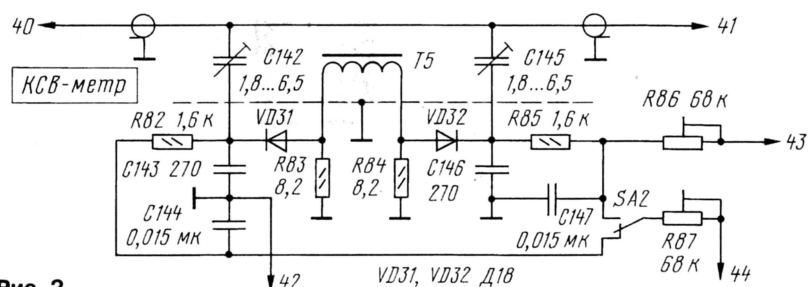

Рис. 2
Структурная схема трансивера, совмещенная со схемой соединений узлов, изображена на рис. 1, принципиальные схемы узлов — на рис. 2—17. Аппарат представляет собой супергетеродин с одной фиксированной промежуточной частотой и реверсивными трактами усиления. Рабочие напряжения +12 В (RX) и +12 В (TX) снимаются с катодов диодов VD68 и VD69 (рис. 1) соответственно. Реле K11, K12, K16 и K17 используются для перевода трансивера из режима приема в режим передачи и наоборот. Лампа накаливания HL2 со светофильтром голубого цвета предназначена для индикации включения трансивера и подсветки шкалы С-метра PA1, лампа HL1 со светофильтром красного цвета сигнализирует о переводе аппарата в режим передачи.
В режиме приема сигнал РЧ с антенного гнезда XW1 (рис. 1) через КСВ-метр (рис. 2, выводы 40, 41) поступает на П-контур L16 (рис. 3, вывод 52), затем через вывод 6, контакты реле K11.1, конденсатор С55 и секцию SA1.3 переключателя диапазонов (рис. 4) — на контур L8C63 и далее усиливается двунаправленным (реверсивным) каскадом на транзисторах VT7, VT8. В расматриваемом режиме РЧ сигнал проходит в направлении от L8 к C67 через транзистор VT8, в режиме передачи — от C67 к L8 через транзистор VT7. Перевод каскада из режима RX в режим TX осуществляется подачей напряжения +12 В на выводы 10 (RX) и 9 (TX). При этом транзистор VT8 включен по схеме с общим истоком, а VT7 — с общей базой. В результате входные/выходные сопровитивления каскадов в обоих режимах оказываются высокими со стороны контура L8C63 и низкими со стороны конденсатора C67 и следующего за ним диодного балансного смесителя, что благоприятно сказывается на согласовании входных/выходных сопровитивлений смежных каскадов.